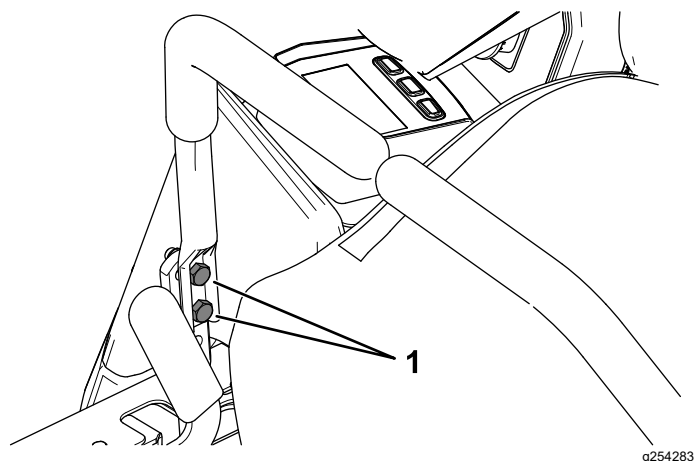

Figure 53
10. S'il est nécessaire d'ajuster l'alignement, desserrez les 2 boulons de montage du levier de commande de déplacement du côté mal aligné (**Figure 53**).
12. Serrez les 2 boulons de montage du levier de commande de déplacement (Figure 53).